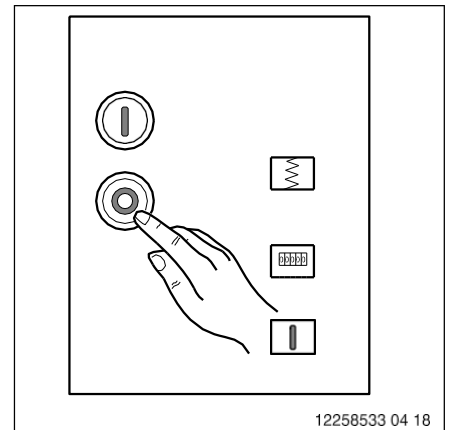

Fig. 56
**2** Opriti întrerupătorul. Pentru aceasta, apăsați butonul OFF (0) de pe întrerupător panoul de comandă (Fig. 56).